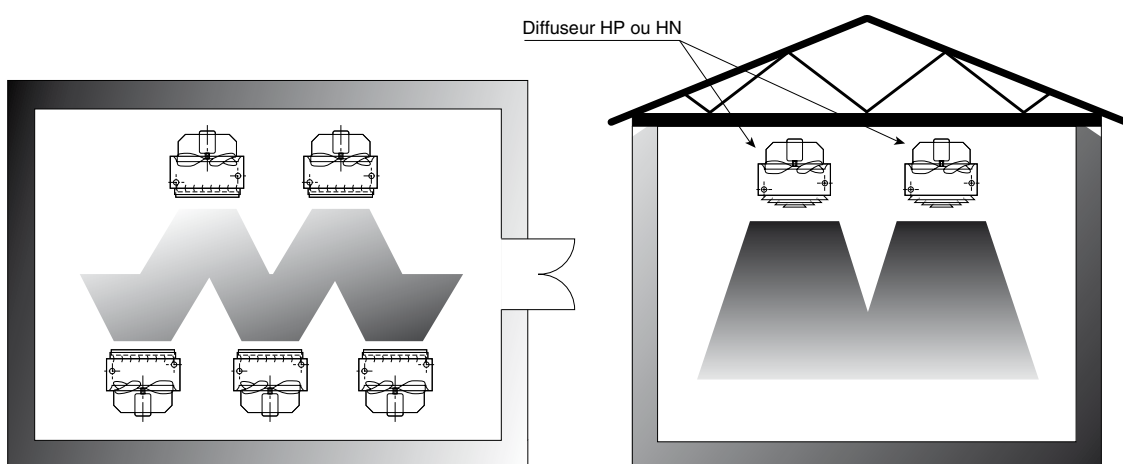

Figure 2
3. Selon le nombre d'appareils à installer et pour un confort optimum, le flux d'air sera dirigé vers les zones de déperditions maximales - figure 1 - (locaux à petites surfaces) ou orienté afin d'obtenir une parfaite homogénéité des températures - figure 2 - (tertiaire et grands volumes).